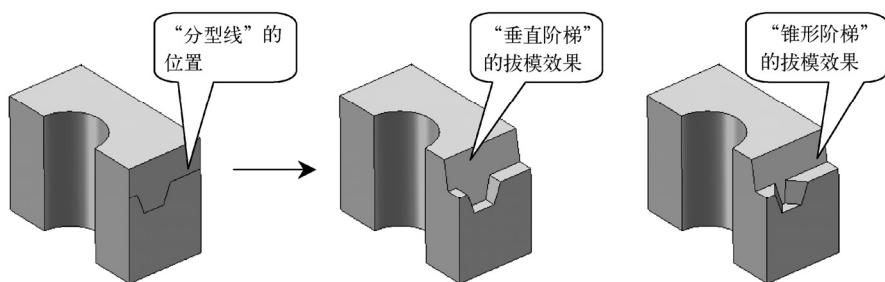

图 3-98 “阶梯拔模”拔模效果
- **阶梯拔模：**阶梯拔模是分型线拔模的变体，即令分型线绕拔模方向旋转而生成一个面，以代表阶梯，如图 3-98 所示。其创建方法也与“分型线”拔模操作相同，需要注意的是“阶梯拔模”无法选择“边线”作为拔模的参考方向，而且作为拔模参考方向的面通常面积不变。